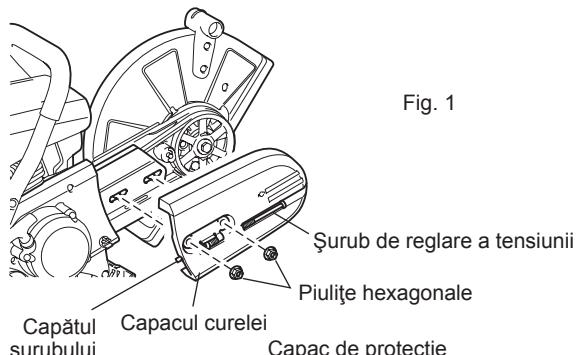
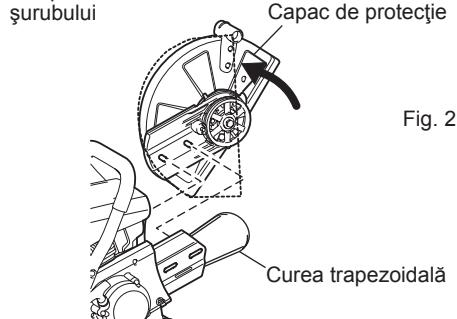

Fig. 1
Fig. 2
- (1) Slăbiți piulița de strângere și roțiți șurubul de reglare a tensiunii la stânga, până când capătul șurubului devine vizibil. (Fig. 1)
- (2) Demontați piulițele de strângere și scoateți capacul curelei. (Fig. 1)
- (3) Roțiți capacul de protecție la poziția liniei întrerupte. Scoateți cureaua trapezoidală și demontați accesoriul de tăiere de pe mașina de tăiat pe benzină.
- (4) Repozitionați mânerul. (Fig. 2)